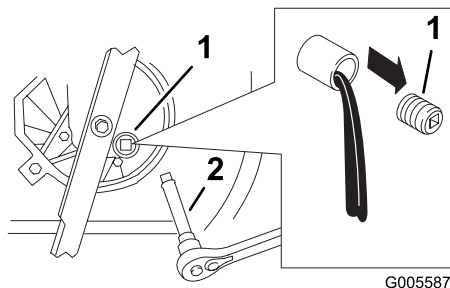

Figure 20
5. Enlevez le bouchon de vidange, remettez la tondeuse dans sa position normale de fonctionnement et laissez l'huile s'écouler dans le bac de vidange (Figure 20).